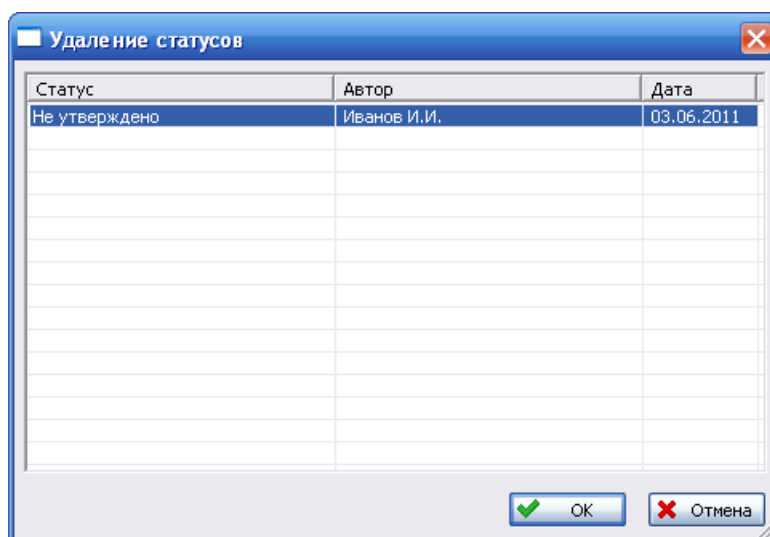

Рис. 2-106
3. В появившемся окне **Удаление статусов** выделите статус, который нужно удалить, и нажмите на кнопку **OK** (рис. 2-106).